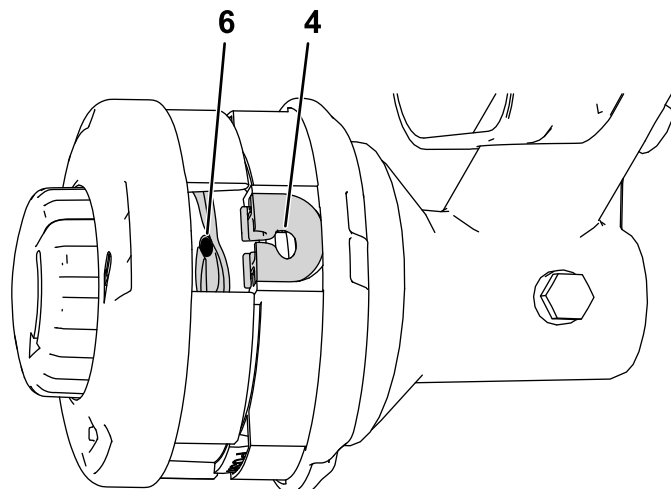

Figure 12
4. Enfoncez et tournez le bouton sur la tête de coupe jusqu'à ce que la flèche du bouton soit en face de la flèche de la bobine (Figure 12).